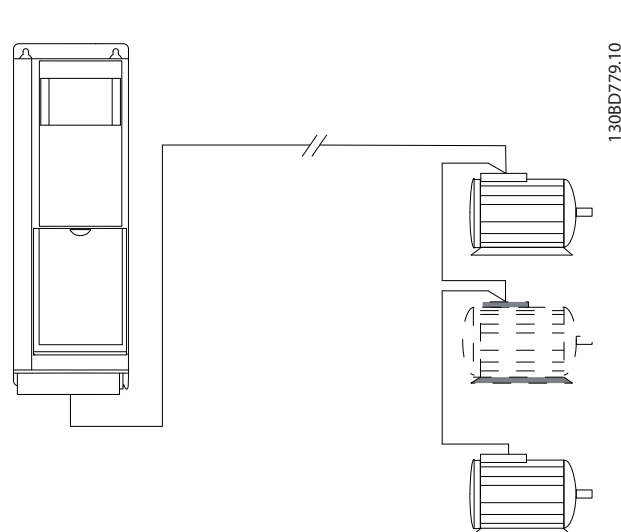

Bild 3.16 Långa kablar i seriekoppling
- För långa kablar utan parallellkoppling, se *Bild 3.16*.